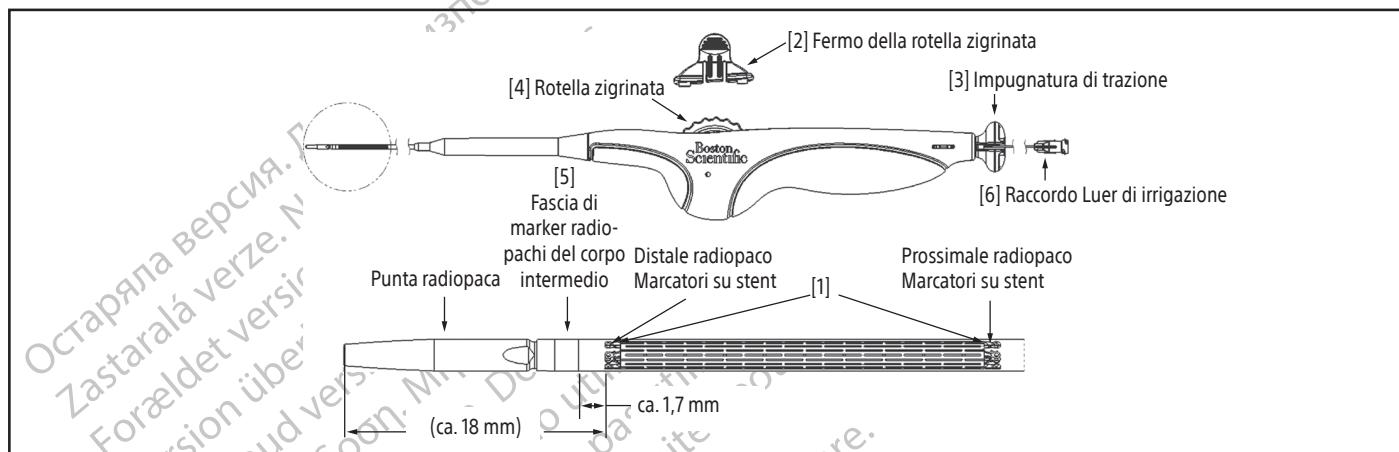

Figura 1. Sistema di rilascio dello stent
- Rimuovere il raccordo Luer di irrigazione [6] (tirando la siringa o tirando il raccordo Luer di irrigazione [6]) (fare riferimento alla **Figura 1**).
Procedura di espansione dello stent (fare riferimento alla Figura 1)